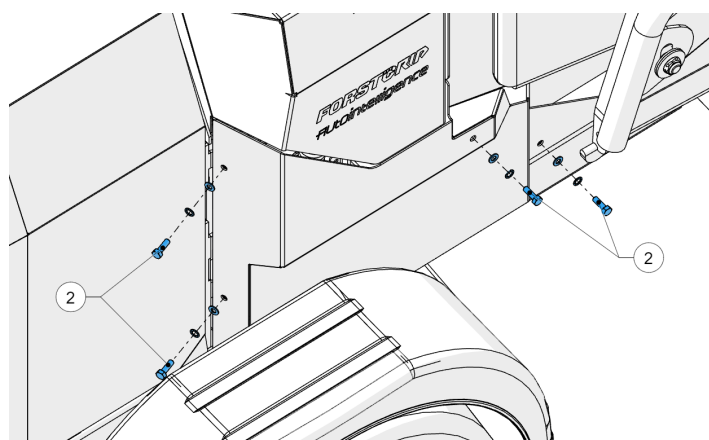

Figure 48 - Retirez les boulons
3. Déposez les boulons qui fixent le panneau (2, Figure 48).